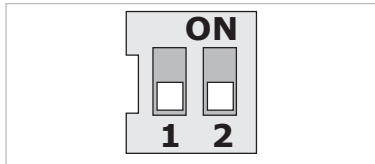

Fig. 22 : Interrupteurs DIP
- Les interrupteurs DIP (fig. 9, pos. 6/fig. 22) se trouvent sous le capot du boîtier.